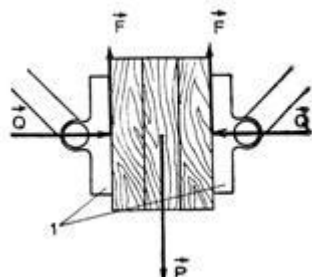

Рис.3
5. На шляпке гвоздя имеется насечка в виде сетки, а под ней на стержне - несколько поперечных рисок. В чем их значение? Груз весом  $\vec{P}$  поднимают при помощи зажимного приспособления (см. рис.3). Определите силу трения  $\vec{F}$  между лапкой 1 и поднимаемым предметом.